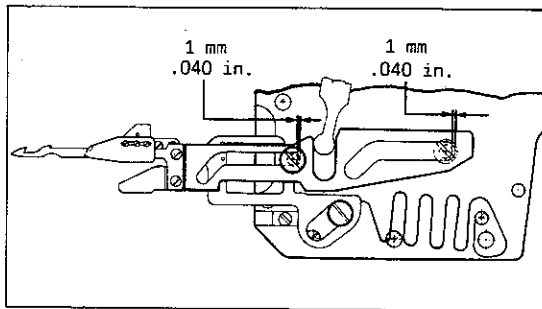

Fig.49
After making this setting check with needles in up position and lower knife swung to its left end position the distance at the right ends of slots (C). The distance should be at least 1 mm (.040 in.) (see Fig. 49).
Zur Einstellung entfernen Sie die Sicherungsscheibe (D), drücken den Mitnehmer (E) nach unten, drehen den Mitnehmerbolzen (F) entsprechend ein oder aus und Koppeln am Hebel wieder an. Überprüfen Sie nach dieser Einstellung bei obenstehenden Nadeln und in die linke Endstellung geschwenktem Untermesser den Abstand an den rechten Enden der Schlitz (C). Der Abstand muß mindestens 1 mm betragen (siehe Fig. 49).